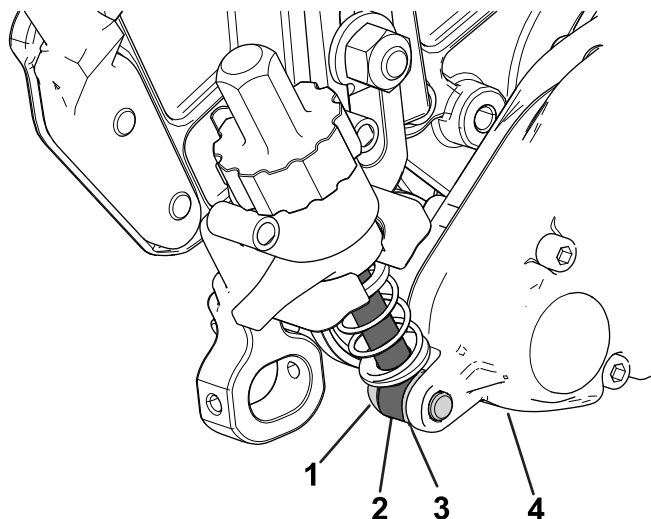

Figura 12
3. Sul lato della scatola di trasmissione del groomer, posizionate l'asta del braccio di regolazione della staffa dell'altezza di taglio all'interno della scatola di trasmissione del groomer e fissatela con un bullone di spallamento e una rondella rinforzata, come illustrato nella Figura 12; serrate il bullone di spallamento a 16–22 Nm.